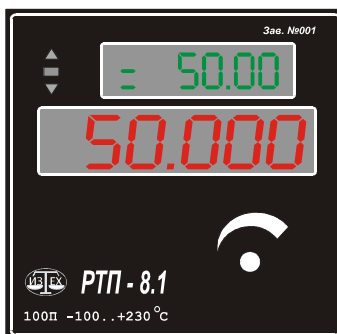

Рис. 1.
7.1. После подачи питания на дисплее регулятора появится начальная заставка «[C]°02». Через 2-3 секунды в нижней (основной) строке дисплея появится текущая температура термостата, в верхней (вспомогательной) строке – уставка (заданная температура). Рис. 1.